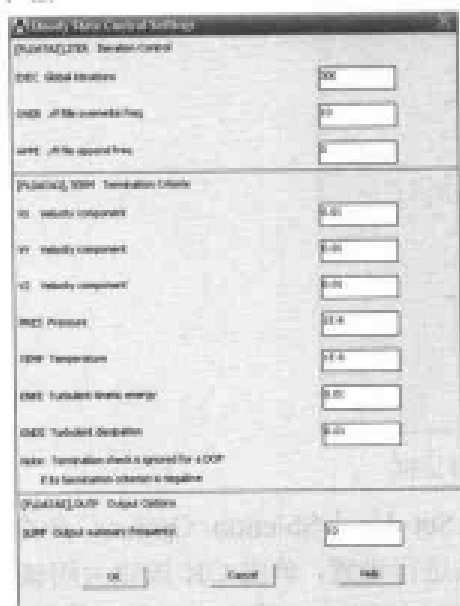

图 14-18 稳态求解控制选项设置对话框
(1) 选择 Main Menu | Solution | FLOTTRAN Set Up | Execution Ctrl 命令，出现 Steady State Control Settings 对话框，参照图 14-18 对其进行设置，单击 OK 按钮关闭该对话框。